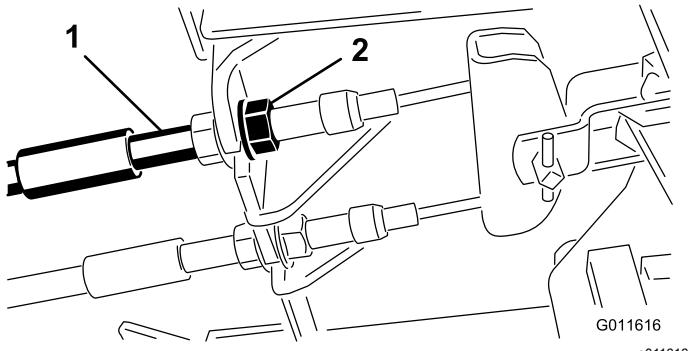

Figura 63
1. Per ridurre il gioco dei pedali del freno, stringete i freni allentando il dado anteriore sull'estremità filettata del cavo del freno (Figura 63).